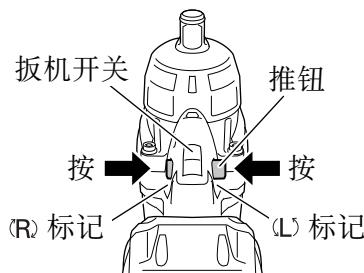

图 13
按推钮的 L (左) 侧使钻头逆时针旋转。（参照图 13）。（机身上标有 (L) 和 (R) 标记。）